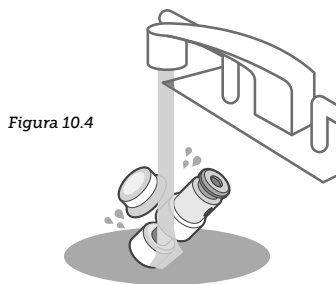

Figura 10.4
- c. Enjuague ambas piezas con agua limpia y vuelva a fijar la válvula de flotador en la tapa con el tapón de silicona de la válvula de flotador. **[Figura 10.4]**